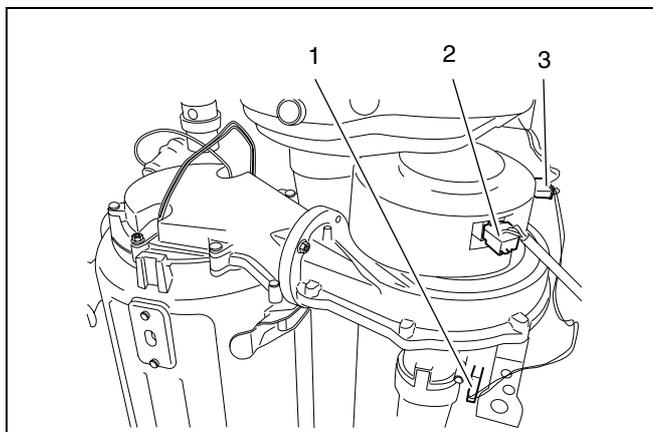

Abb. 43 Steckverbindungen
- Steckkontakte von Gebläse und Gasarmatur entfernen (Abb. 43, Pos. 1, 2 und 3).